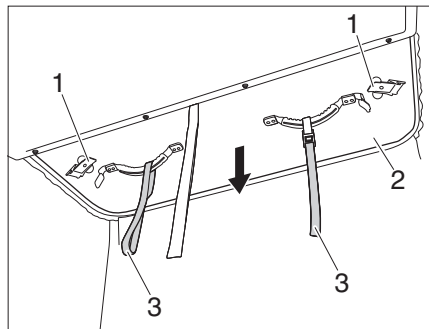
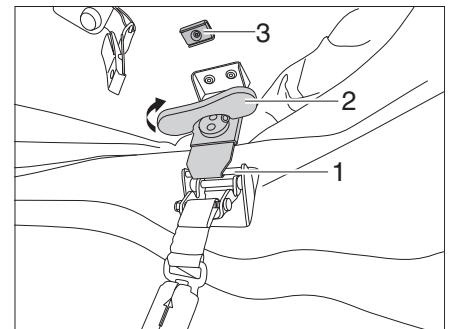

Fig. 52 Abbassamento del tetto sollevabile
Fig. 53 Fissaggio del bloccaggio
- ▷ Verificare che le leve di chiusura (Fig. 52,1) siano fissate in alto al magnete.
- Controllare che i bloccaggi siano fissati ai magneti (Fig. 53,3).
- Abbassare il tetto sollevabile (Fig. 52,2) tirando per i dispositivi di trazione (Fig. 52,3).
- Staccare la leva di chiusura (Fig. 52,1) dal magnete (Fig. 53,3) e agganciarla nell'elemento di arresto (Fig. 53,1).
- Ruotare la maniglia girevole (Fig. 53,2) del bloccaggio in senso orario fissando il bloccaggio.
- Ribaltare la maniglia girevole (Fig. 53,2) verso l'alto.